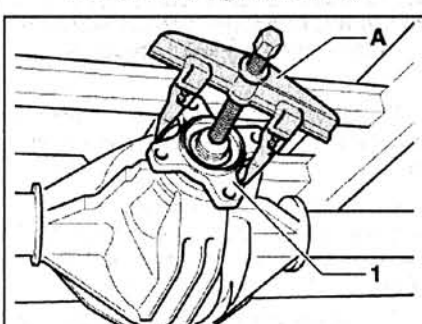

Рис. 4.85. С помощью съемника VW 411 и молотка снимите фланец 1 с ведущей шестерни главной передачи.
7. С помощью съемника VW 411 и молотка снимите фланец 1 с ведущей шестерни главной передачи (рис. 4.85).